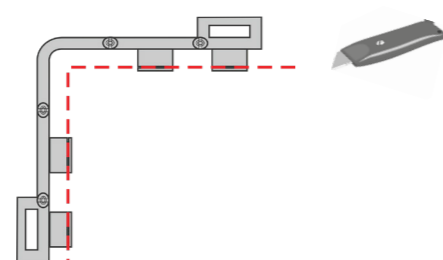
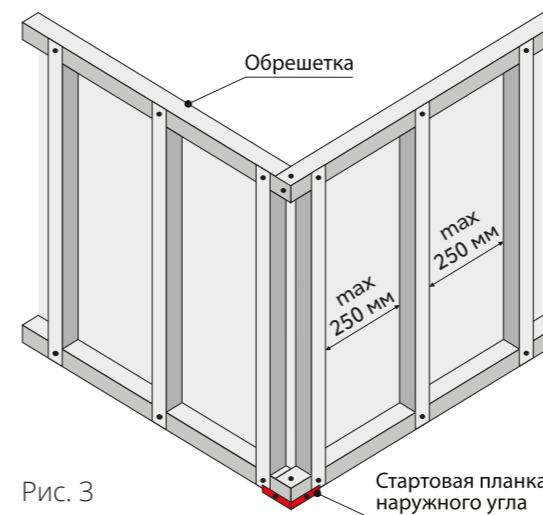

Рис. 2.2
Рис. 3
**Важно!** При монтаже углов коллекции Клинкерный кирпич и Состаренный кирпич, необходимо сделать подрез по пазу упорных цилиндров стартового элемента угла (рис. 2.2, рис. 3).